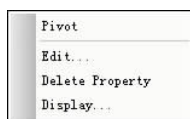
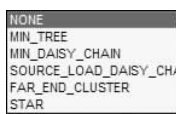

图 5-29 属性编辑命令菜单 1
图 5-30 分配属性
3) 在“DIFFERENTIAL_PAIR”、“RATSNEST_SCHEDULE”网络属性上右击鼠标，弹出如图 5-29 所示的快捷菜单，选择对应项对属性进行编辑操作，可直接在下拉菜单中选择分配属性。如图 5-30 所示为 RATSNEST_SCHEDULE 网络属性可分配值。